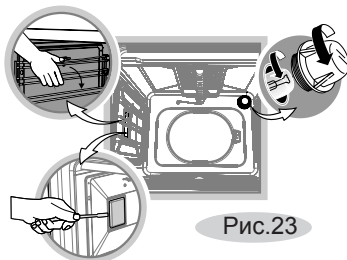

Рис.23
- нажмите на верхний прутко направляющей до выведения ее из зацепления с упором (рис.23),
- Открутите стеклянный плафон или снимите плафон бокового освещения предварительно сняв проволочную направляющую (рис.23).